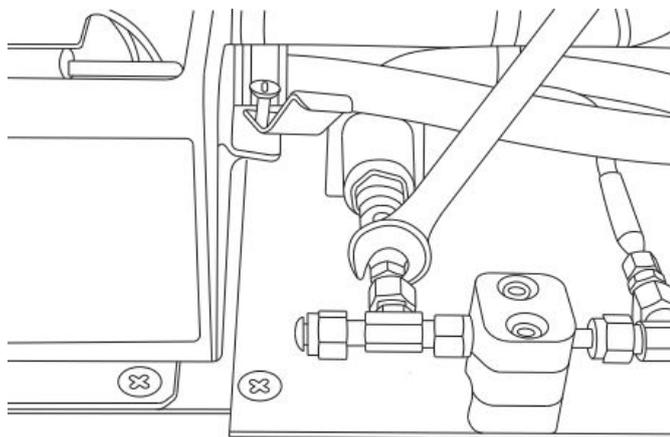

Abbildung 85. Leitungsmutter entfernen
6. Leitungsmutter auf der Analysetafel entfernen. Hierzu einen 1/2 in. Gabelschlüssel verwenden und diesen nach unten vom Analysator weg drehen. Siehe Abbildung 85.